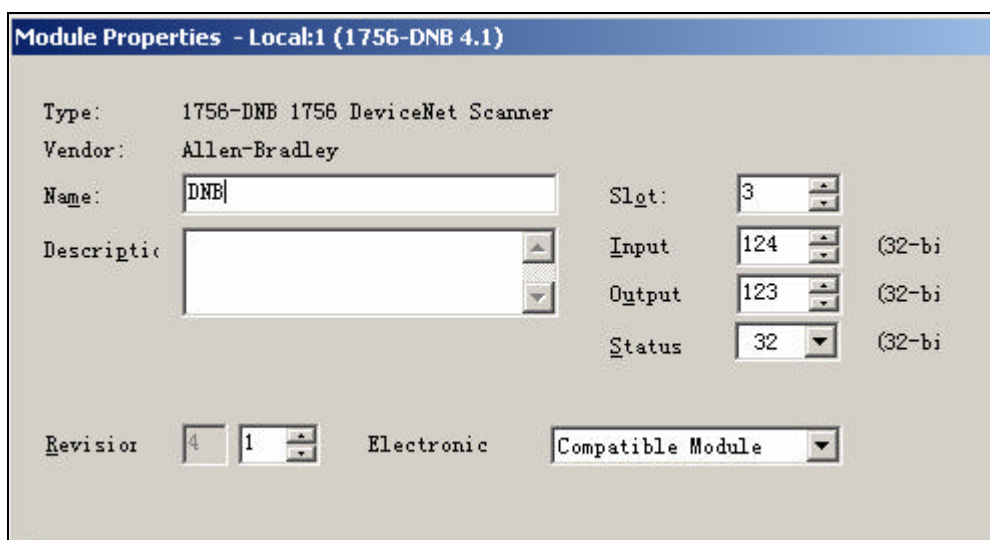

图 4-27 填写 DNB 的组态信息
23. 点击 OK，然后填写必要的信息，点击 Finish，如图 4-27 所示。